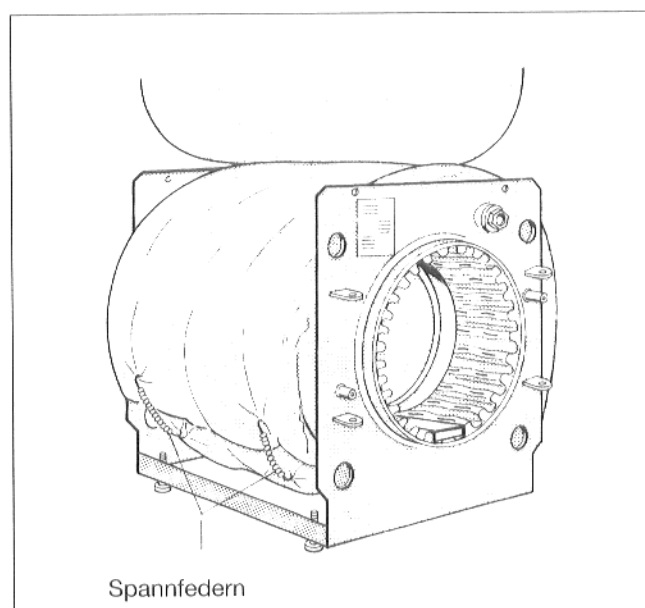

Abb. 4
- Wärmeschutzmatte mit 2 Spannfedern befestigen (Abb. 4).